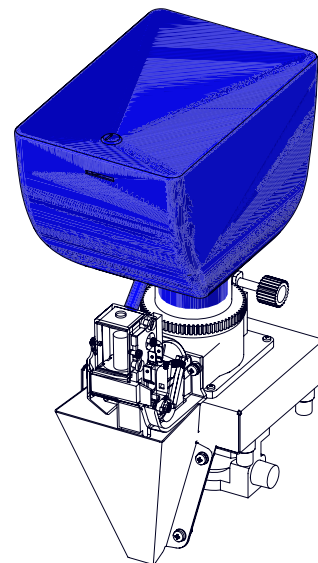

Рисунок 2.14
2.2.4 Контейнер для кофе (см.рис.2.14)